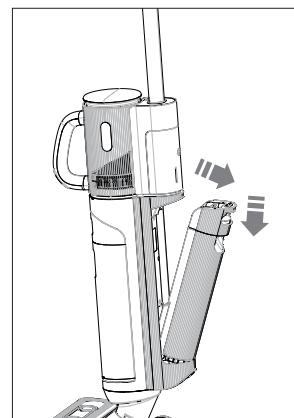

Fig. 6 – Retirer le réservoir d'eau
- ▶ Saisissez la poignée encastrée du réservoir d'eau propre (14) et appuyez sur le bouton de déverrouillage du réservoir d'eau propre (15) vers le bas.
- ▶ Retirez le réservoir d'eau propre du corps de l'appareil (**voir Fig. 6**).